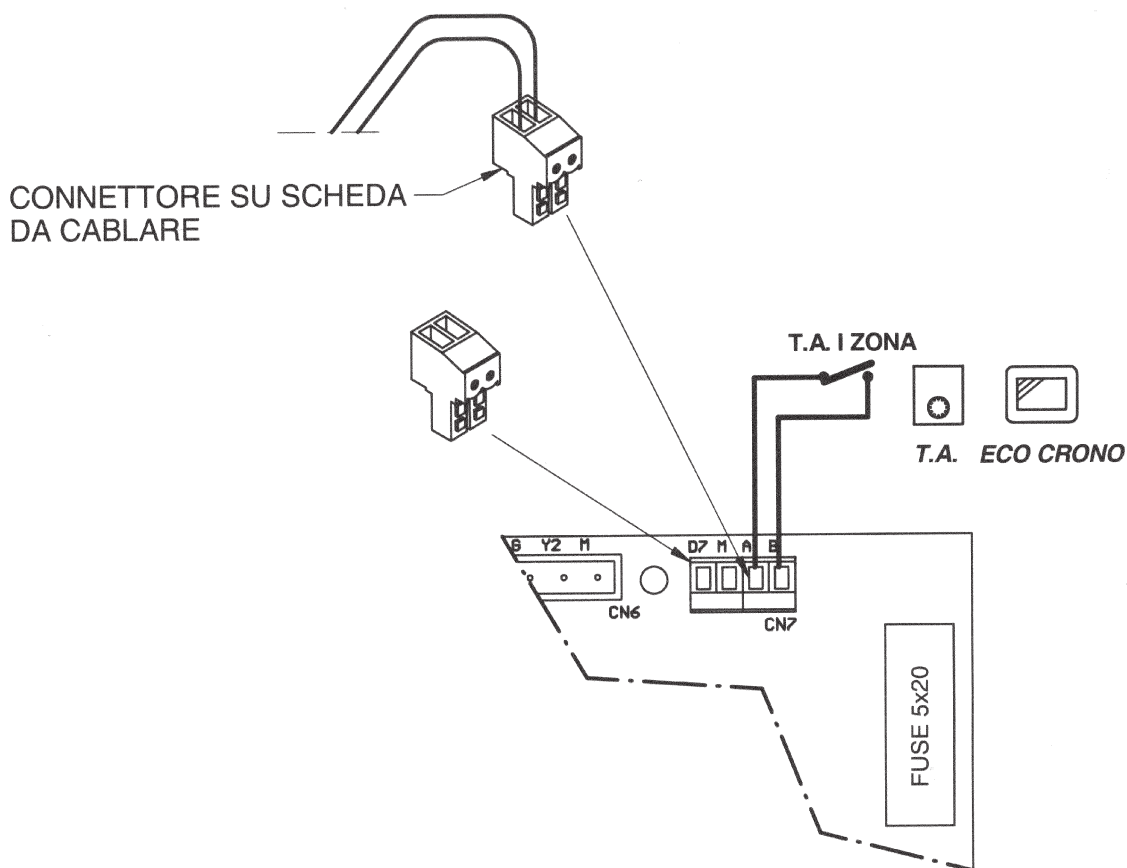

Figura 7: collegamento termostato ambiente
- Togliere il ponticello presente sui morsetti (CN7: A - B) della scheda elettronica (si veda schemi elettrici del § 10 e Figura 7).